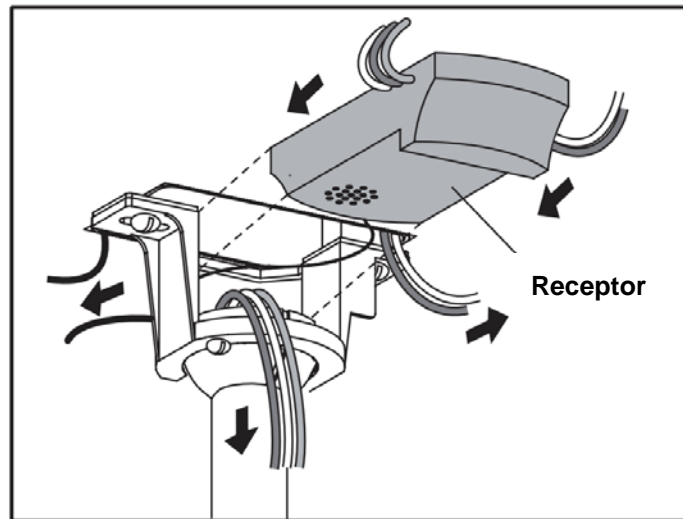

Fig. 10
12. Inserte con cuidado el receptor remoto por encima de la bola del colgador en el espacio restante del soporte del colgador. Tome precauciones para no dañar o aflojar ninguno de los cables. (Fig. 10)